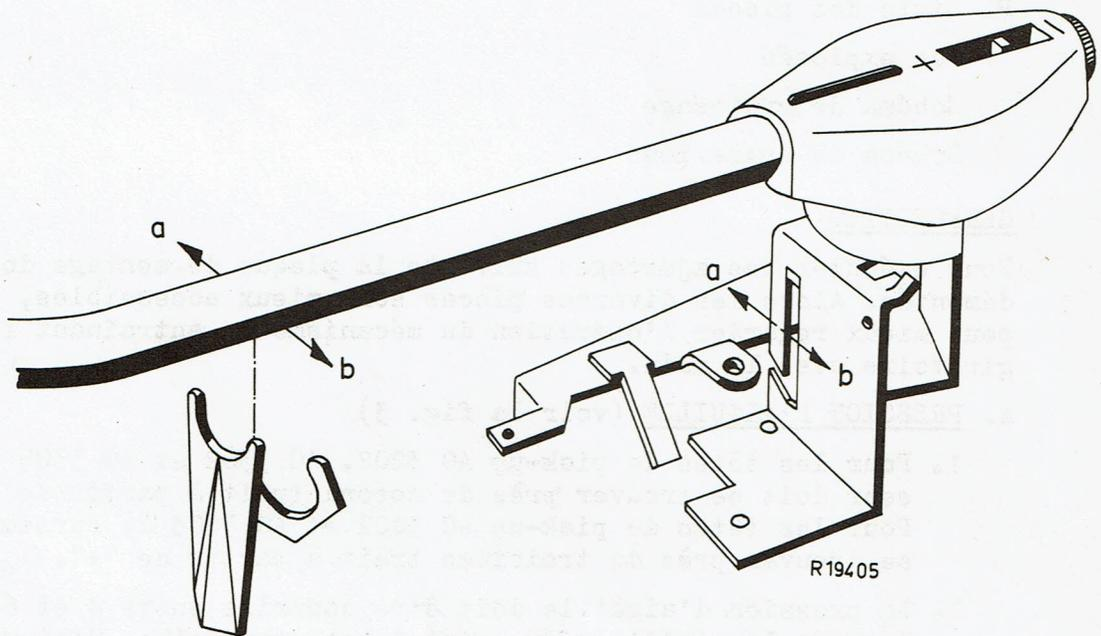

Fig.6
3. L'équerre sur l'axe du bras de pick-up (voir la fig. 6) doit se heurter contre la languette sur l'équerre d'arrêt, au moment où le bras de pick-up est venu au-dessus de la languette extérieure du support sur la plaque de montage.